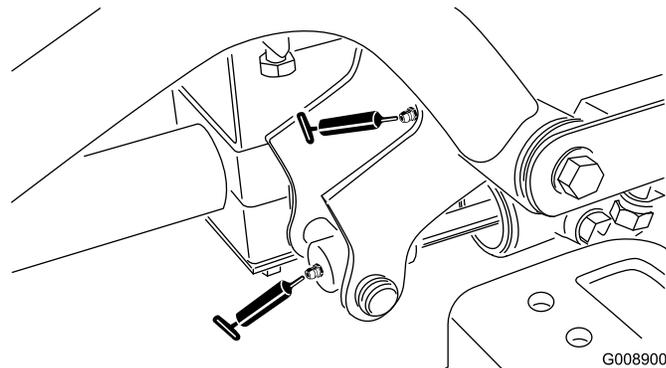

**Figura 55**
- Perno del braccio di sollevamento sinistro anteriore e cilindro di sollevamento (2) (Figura 55)